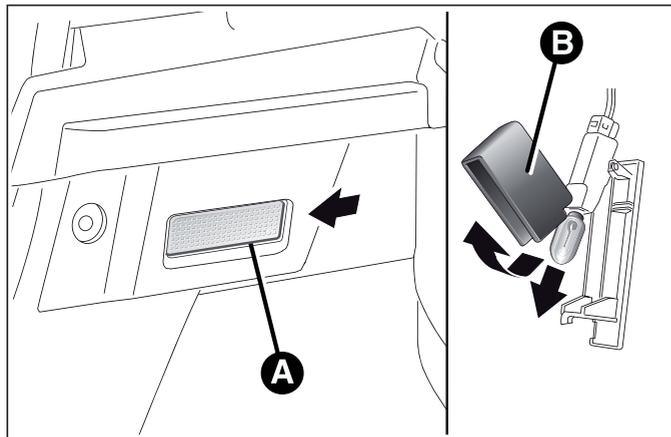

fig. 141
- ouvrir le coffre à bagages et extraire le plafonnier A fig. 141 en agissant sur le point indiqué par la flèche ;